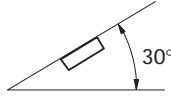

Fig. 3
- Si el ángulo de instalación pasa de 30° respecto a la horizontal, el rendimiento de la unidad no será óptimo.(Fig.3)